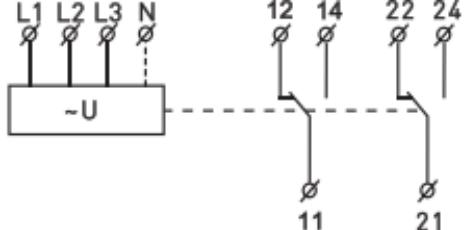

Рис. 4 – Схема подключения реле
2. Проведите электромонтаж реле согласно схеме подключения [рисунок 4].